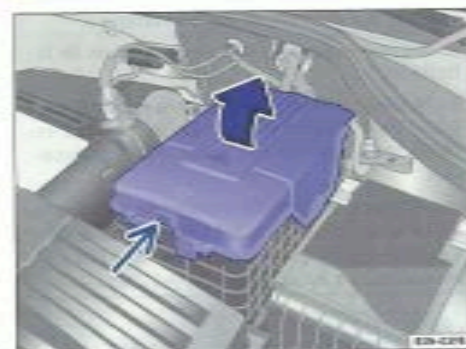

Fig. 187 Dans le compartiment-moteur : déposez le cache de la batterie du véhicule.
- Dans le cas d'un cache $\Rightarrow$ fig. 187 : appuyez sur la languette (petite flèche) et retirez le cache par le haut.